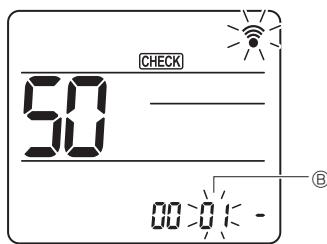

Fig. 6-18
- ③ Wybieranie trybu
Nacisnąć przycisk [5], aby ustawić numer trybu ②. (Fig. 6-18)